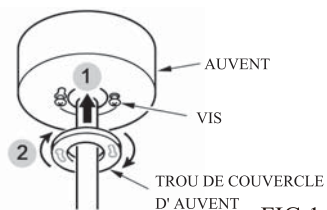

FIG.14
5. Placez le couvercle du trou de la canopée sur les vis et tournez-le pour le fixer. (Voir Fig. 14)